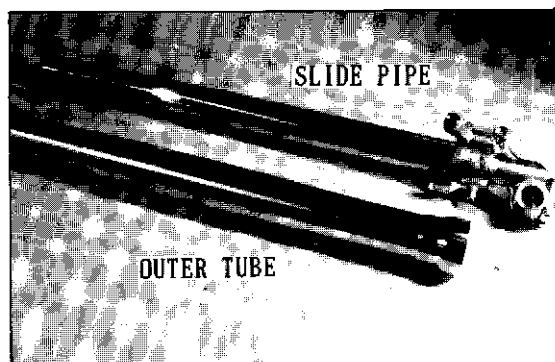

Fig. 2
- 2) Tubo esterno e tubo scorrevole (Fig. 2).
- 2) Outer tube and slide pipe (Fig. 2).